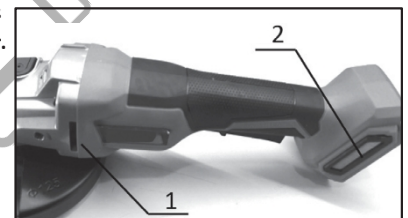

Fig. 12
### Découpe à l'aide d'un disque à tronçonner (Fig. 12)
- Ne pas couvrir les orifices d'aération (Fig. 12) pendant le travail, car cela pourrait endommager l'outil en raison d'une surchauffe.